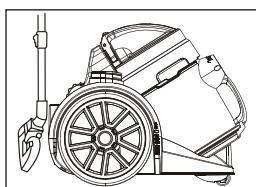

рис. 4
- Для сматывания сетевого шнура нажмите на кнопку (6), придерживайте рукой сматывающийся шнур во избежание его захлестывания и повреждения.
- В перерывах во время работы используйте место «парковки» щетки (2) (рис. 4).
- Для переноски пылесоса после работы используйте ручку (8).